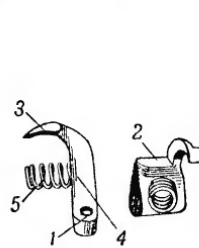

Рис. 33. Автоматический спуск:
**34. Автоматический спуск** (рис. 33) служит для предохранения спуска курка с боевого взвода при не закрытом затворе. Он имеет: отверстие для оси; выступ для соединения с курком; прилив для разобщителя автоматического спуска; гнездо для упора пружины автопуска.